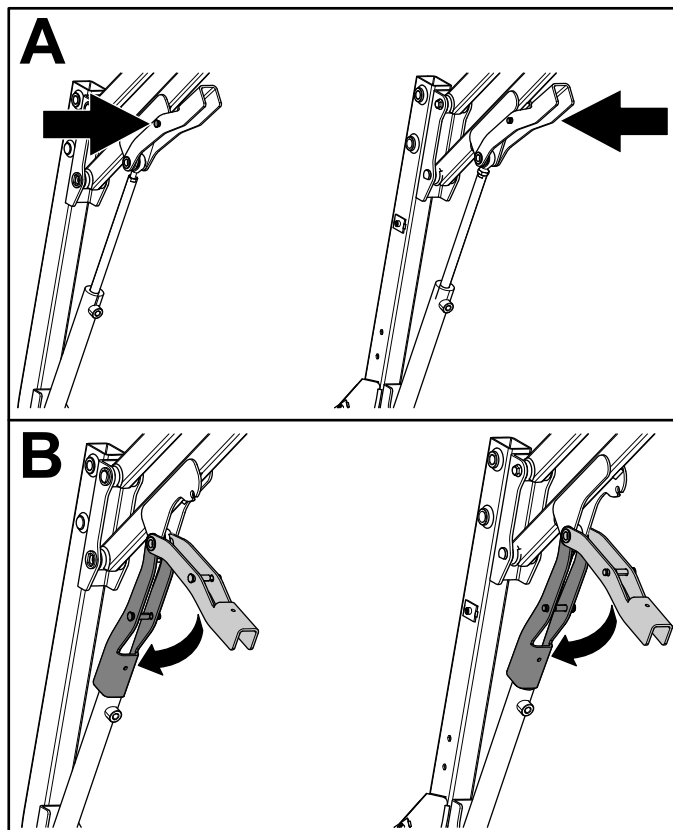

Figura 41
- Împingeți spre interior tiftul de pe elementul de blocare de siguranță magnetic (Figura 41).
- În timp ce susineți tiftul, coborâi elementul de blocare de siguranță magnetic pe cilindrul hidraulic (Figura 41).